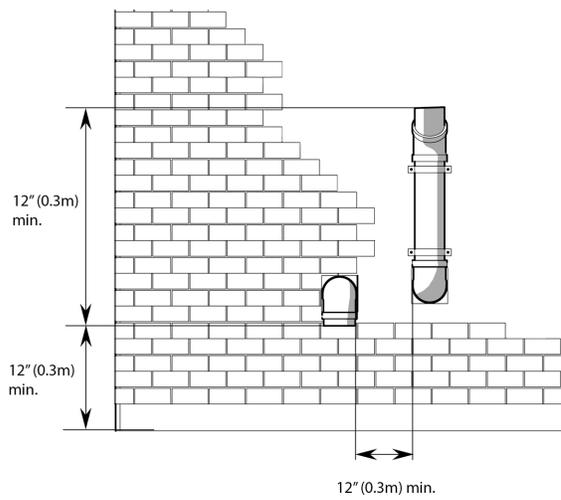
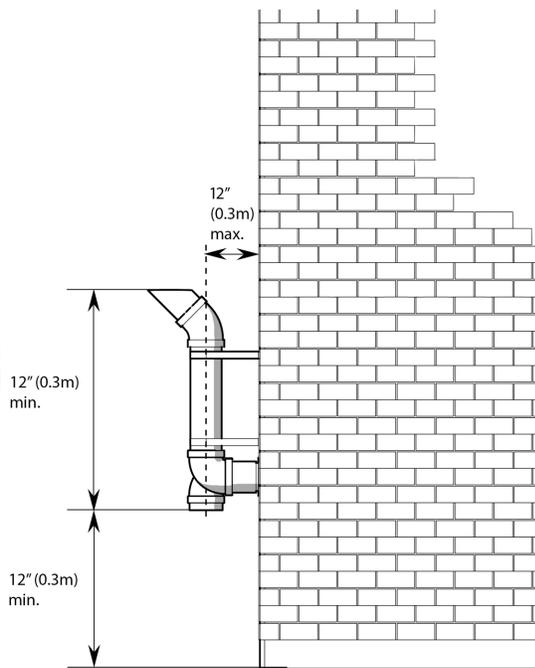
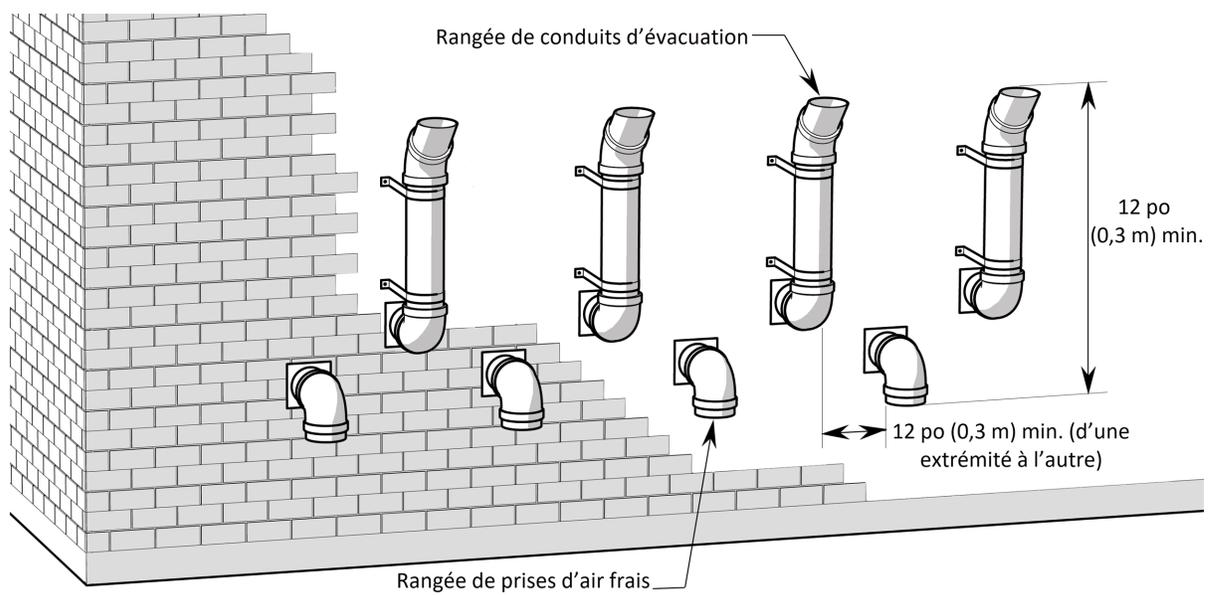
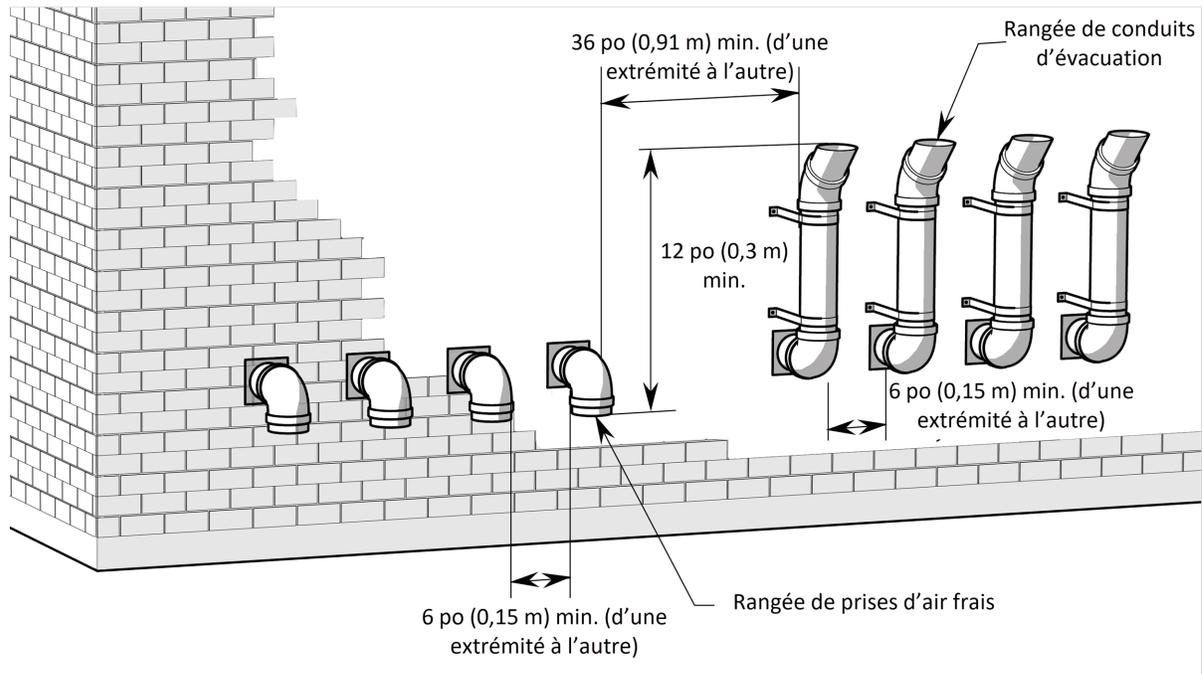

Figure 21 Dégagements d'extrémité de conduit d'évacuation
Figure 22 Dégagements d'extrémité de conduit d'évacuation
Figure 23 Sortie d'évacuation au mur – 1re option de configuration
Figure 24 Sortie d'évacuation au mur – 2e option de configuration
Remarque importante : Respectez la distance minimale entre l'extrémité du conduit d'évacuation des gaz de combustion et la prise d'air de la chaudière, comme illustré aux Figure 21 , Figure 22 , Figure 23 et Figure 24 . Ne pas se conformer à cette exigence peut avoir comme conséquence une situation dangereuse où des gaz de combustion évacués sont réintroduits dans la chaudière par l'entrée d'air de combustion. Des dommages à la chaudière peuvent résulter de cette distance insuffisante.
- » (Facultatif) Élevez les deux conduits au moyen d'une configuration de style « périscope » juste à la sortie du mur. Ensuite, pour obtenir la hauteur de dégagement requise, installez-les selon la configuration des Figure 21 , Figure 22 , et Figure 23 .
- » Utilisez un coude à 45° sur la sortie d'évacuation afin de diriger le panache vers le haut et l'éloigner du mur pour protéger ce dernier des gaz. Un court morceau de ventilation coupé à 45 degrés (voir les Figure 21 , Figure 22 , Figure 23) donne une terminaison horizontale protégée des charges du vent.